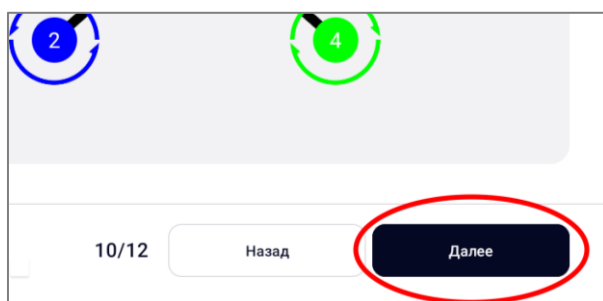

Рисунок 21
- нажать на кнопку «Далее» (рисунок 21);